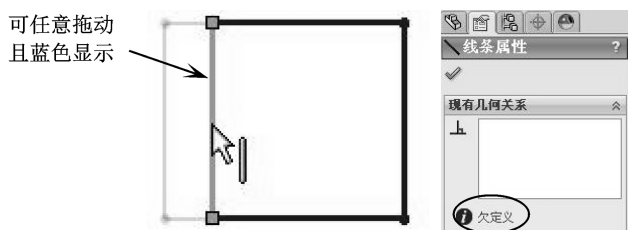

图 2-158 欠定义的草图状态
- 欠定义：草图中有些尺寸未定义，欠定义的草图实体呈蓝色，此时草图的形状会随着鼠标的拖动而改变，同时属性管理器面板中显示欠定义符号，如图 2-158 所示。